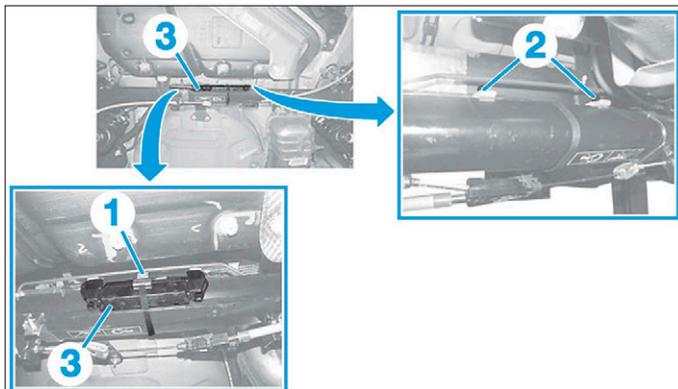

FIG. 65
- Dégrafer la sangle (1) (Fig.65).
- les vis de fixation du train arrière (2),
- l'amortisseur de vibrations du train arrière (3).